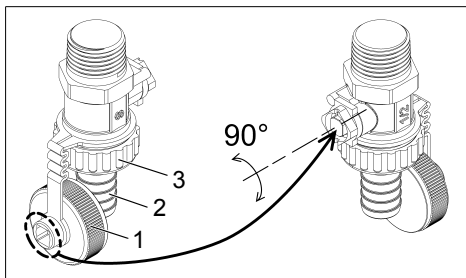

Fig. 8 : Robinet de sécurité à boisseau sphérique
À la livraison, un bouchon de fermeture est monté sur la sortie du robinet à boisseau sphérique. Avant d'ouvrir le robinet à boisseau sphérique, il faut dévisser le bouchon de fermeture (1) et placer la douille proche (2) avec l'écrou-raccord (3). Le robinet à boisseau sphérique peut alors être ouvert à l'aide du bouchon de fermeture (cf. fig. 8).